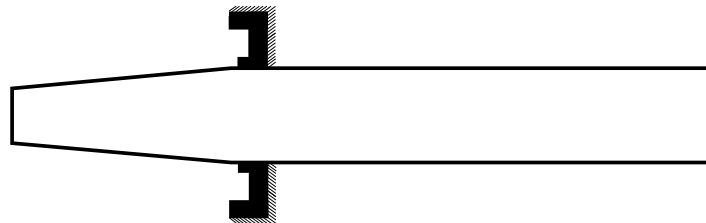

Abbildung 4.6
2. Füllen Sie etwas wasserabweisendes Fett in die Dichtung. Schieben Sie die Radialdichtung auf das eingeölte Montagewerkzeug, siehe Abb. 4.6.